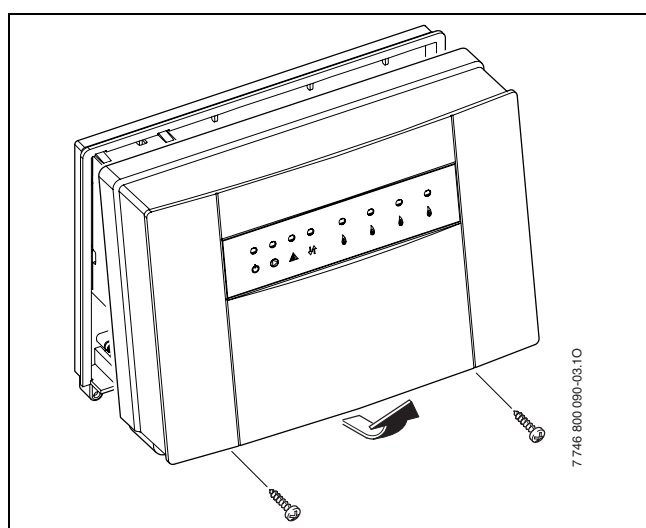

Fig. 7
- ▶ Abra la carcasa del módulo ICM (maestro ICM) (→ fig. 7).